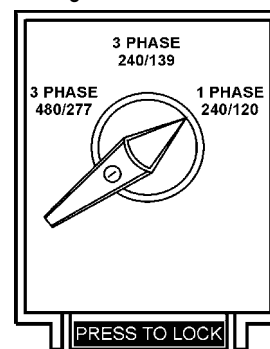

Figure 26. Position 1Ø-240/120V du sélecteur de tension
1. Placez le sélecteur de tension dans la position 1Ø 240/120V comme l'indique la Figure 26.